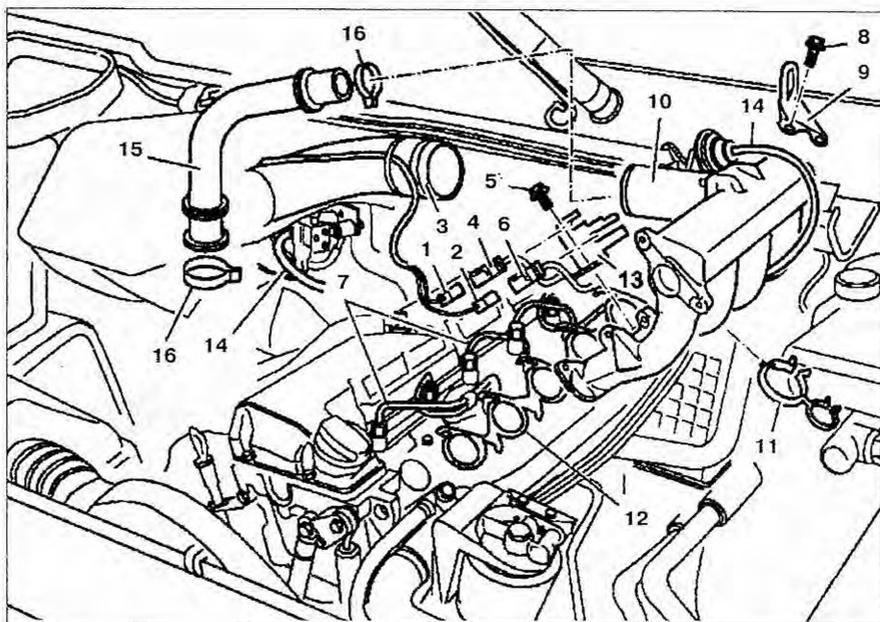

Рис. 2.3. Впускной коллектор:
2. Отсоедините разъемы проводки 1 и 2 (рис. 2.3).